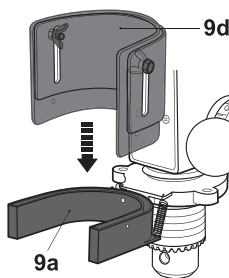

Fig. 7
- > Coloque a tampa (9d) na abraçadeira (9a) (Fig. 7) e fixe a conexão com o perno de cabeça cruzada com a porca (9b) e os parafusos (9c). Não os aperte demasiado para evitar ruturas.